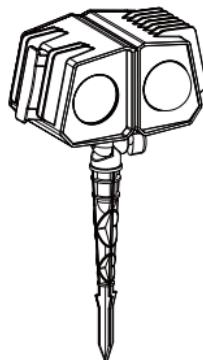

Figura 1
2. Use el tornillo para fijar la estaca al soporte de pivote (ver figura 1).